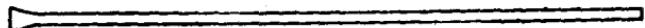

图 5 扁钎子
7. 扁钎子 用22~25毫米的圆钢或六角中空钢制成。一端锻成扁铲形，长度为1.0~1.5米（图5），用来回拆砾板和砾骨。